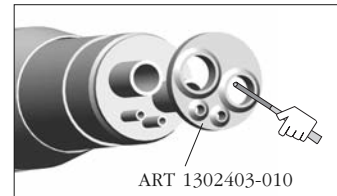

fig. 7
**4V:** togliere gli guarnizione seguente fig. 7